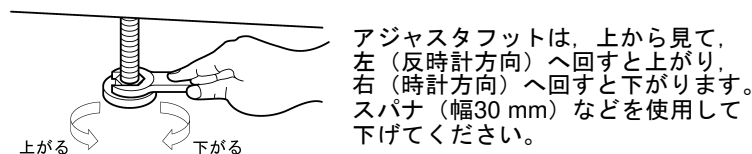

図2-1 アジャスタフットの使用方法
- 傾斜した面に本製品を設置しないでください。アジャスタフットは仮固定用で、自重を支えることはできません。また、本製品に寄りかかったり、本製品を支えにするようなことを行ったりしないでください。アジャスタフットの使用方法を図 2-1に示します。
- アジャスタフットを、スパナ（幅 30 mm）などを用いて、床面よりも十分上げてください。上から見て反時計回りに回すと上がります（図 2-1）。